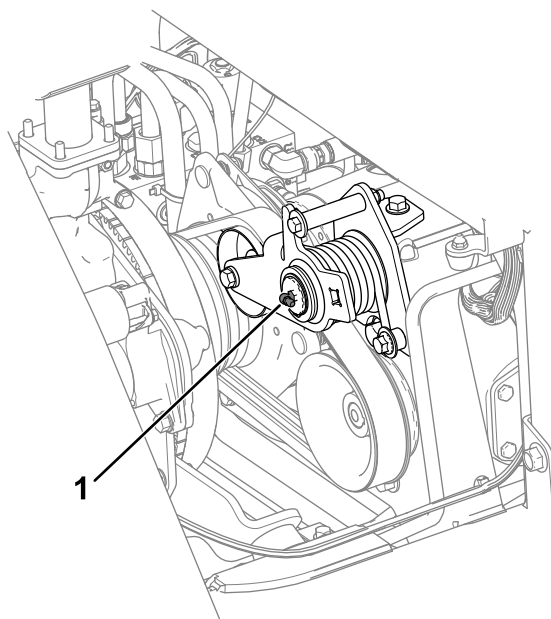

Figure 44
- Bras de poulie de tension (Figure 44)